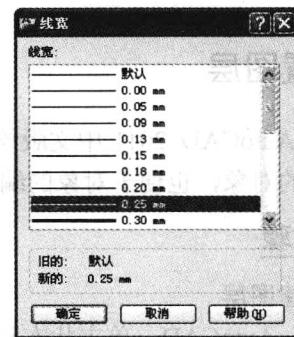

图 1-4 “线宽”对话框
- 在显示边界线线宽的区域单击，弹出如图 1-4 所示的“线宽”对话框。按照技术制图国家标准的规定，粗实线的线宽取 0.75mm，其他对象的线宽取 0.25mm。在“线宽”对话框中选择 0.25mm，单击“确定”按钮。